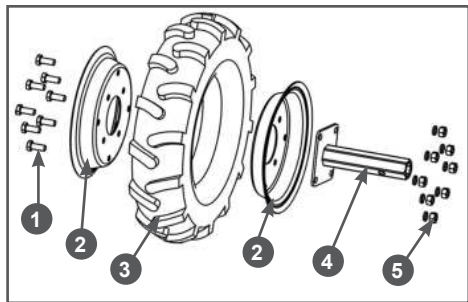

Рис. 15 Сборка колеса
- Установите диски 2 на покрышку 3 с шиной (Рис. 15). Совместите отверстия в дисках 2 и фланце оси 4 колеса, вставьте в отверстия болты 1, установите пружинные шайбы и закрутите гайки 5 до упора (Рис. 15).